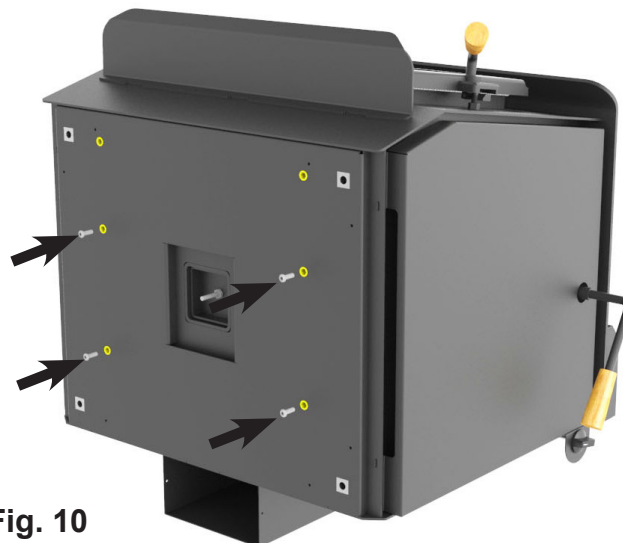

Fig. 10
3. Vissez les quatre vis à tête cylindrique 1/4"-20 dans la base du poêle jusqu'à mi-chemin (inclus avec eEsemble De piédestal). (Fig. 10)